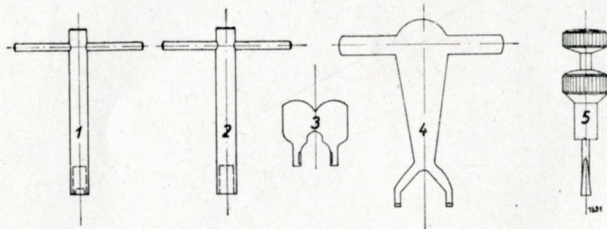
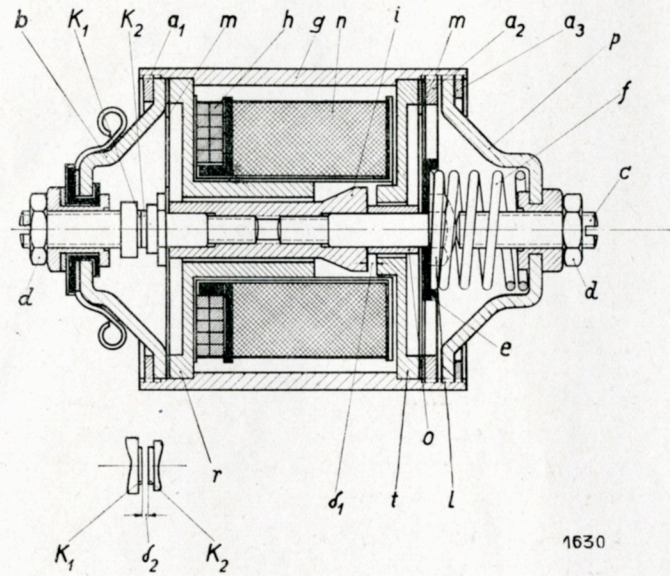
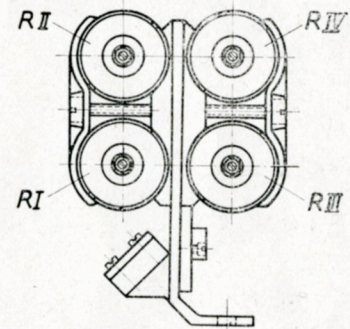
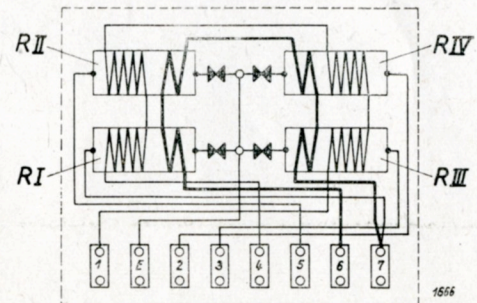

Fig. 3
Fig. 4
Fig. 5
Fig. 6
Der Schnellreglersatz besitzt 4 Reglerdosen (Bild 5). Jede Dose besteht aus einem Topfmagneten mit einer Spannungswicklung (n) und einer Stromwicklung (h), sowie dem Anker (i), der schwingend zwischen Membranen (m) gelagert ist. Im Ruhezustand sind die Kontakte K_1 und K_2 geschlossen. Bild 6 zeigt die Schaltung des Schnellreglersatzes, Bild 4 den Schnitt einer Reglerdose. Für die Instandsetzung des Schnellreglersatzes sind die Spezialschlüssel (Bild 3) erforderlich.
A) Ausbauen der abgenutzten Kontakte aus den Reglerdosen (Bild 4 und 5)
Der Schnellreglersatz besitzt nur 2 Reglerdosen (01 und 02). Für den Aus- und Einbau, sowie die Einstellung der Reglerdosen gelten die vorstehenden Anweisungen. Die Schaltung des Schnellreglersatzes und die Bezeichnungen der Anschlußklemmen sind aus dem Schaltbild der Bedienungsanleitung Nr. 5345b (Bild 3) zu ersehen. Der Schnellreglersatz wird auf die linke Befestigungsschraube des Einstellgerätes gesetzt. Die Anschlußkabel Nr. 1, E, 2, 3 und 4 des Einstellgerätes werden an die gleichnamigen Klemmen des Reglersatzes angeschlossen. Die übrigen Kabel bleiben frei.